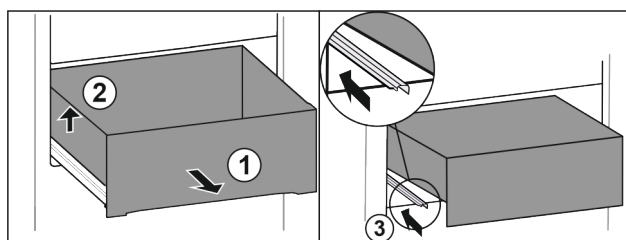

Fig. 88
- Extraiga el cajón hasta el tope. Fig. 88 (1)
- Levante el cajón por la izquierda. Fig. 88 (2)
- Retraiga la guía izquierda. Fig. 88 (3)